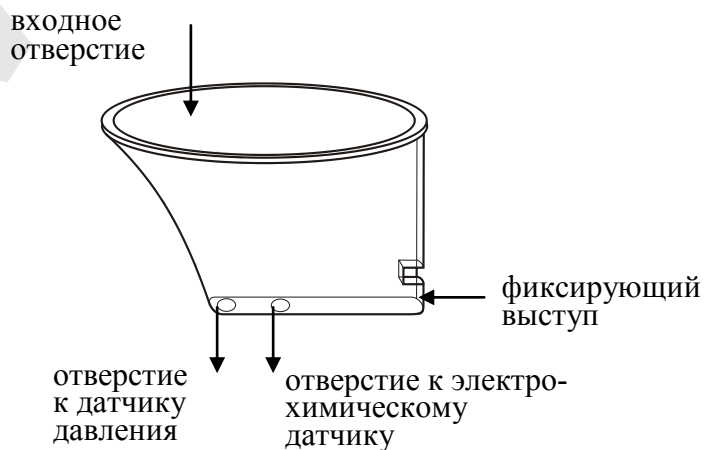

Рисунок 5 – Мундштук-воронка
1.4.19 Многократный мундштук-воронка (рисунок 5) формирует поток выдыхаемого воздуха для отбора пробы в режиме скрининга.